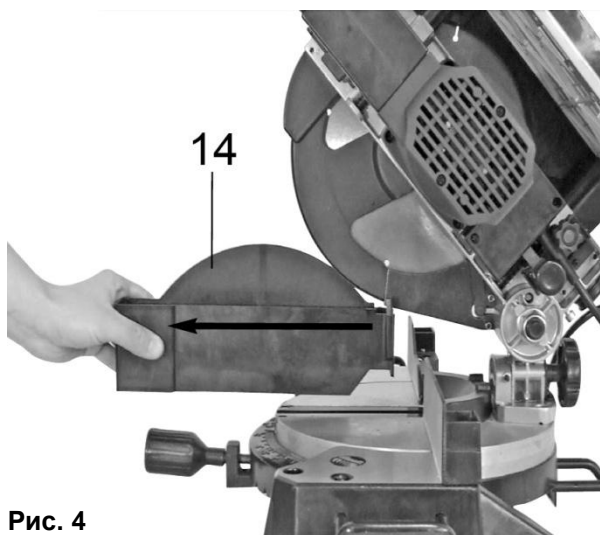

Рис. 4
- Для приведения пилы в нижнее (сложенное) рабочее положение требуется установить на поворотный рабочий стол специальный пластиковый защитный кожух (14) пильного диска. Без установленного кожуха (14)(См. Рис.4) пила не может быть зафиксирована в нижнем положении.